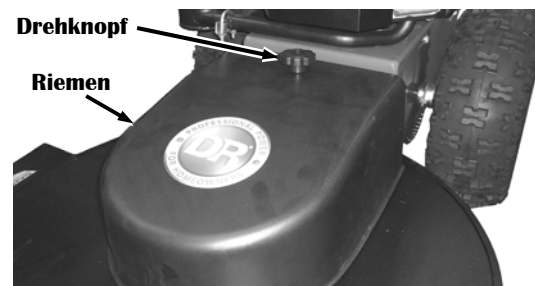

Abbildung 36
1. Schrauben Sie den Drehknopf ab und entfernen den Riemenschutz (**Abbildung 36**).